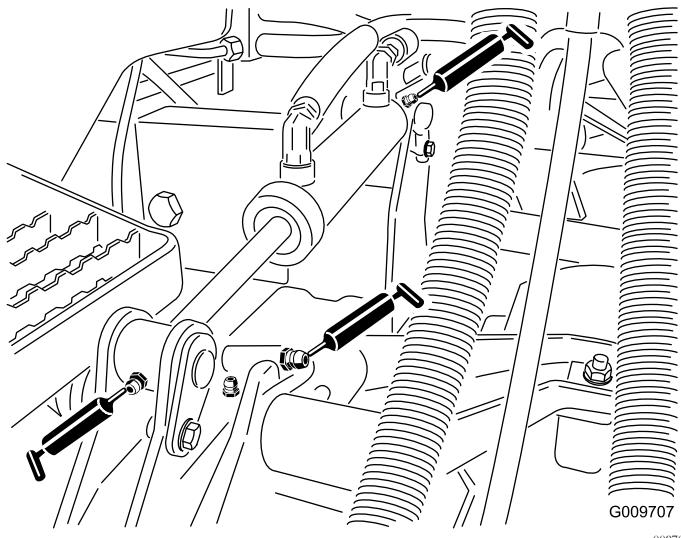

图36
- 提升臂轴套每个刀盘1个如图36所示
- 提升油缸轴套每个刀盘2个如图36所示